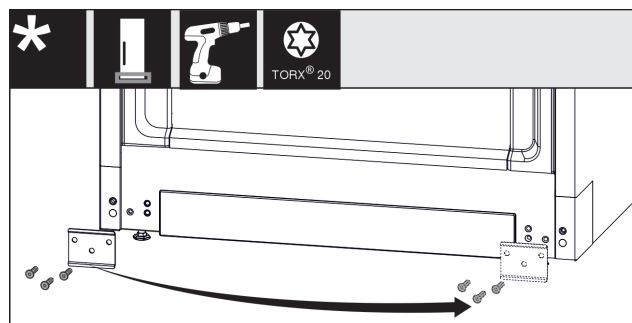

Fig. 15
- Odkręcić blaszkę Fig. 15 (1), przełożyć na drugą stronę i ponownie przykręcić.